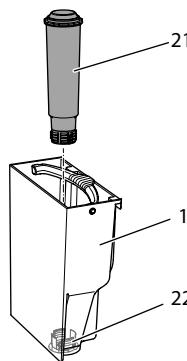

Fig. 15: Iskruning/udskruning af vandfilter
- Fjern vandfilteret (se Fig. 15 på side 175).
9. Sæt et nyt filter ind i vandbeholderen (se Fig. 15).
3. Fjern vandbeholderen (se Fig. 15).